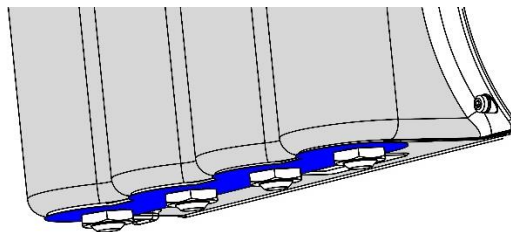
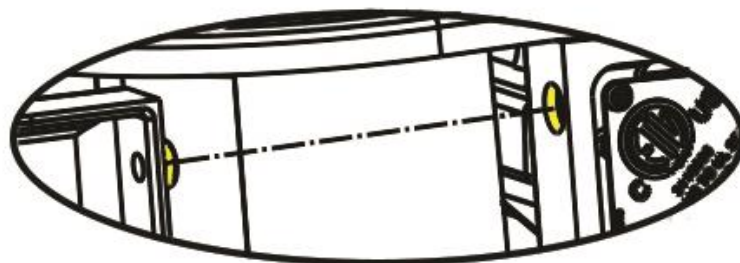

图 15 - 电容器盖板位置
图 16 - 凹孔
16. 放置电容器盖板，用 M5X15 紧固件松松地对其进行固定。盖板底部应紧挨在减压膜上面。参见图 15（电容器盖板位置）图示。另外，盖板应对齐压缩机外壳中的凹孔，并放在其中。参见图 16（凹孔）图示。